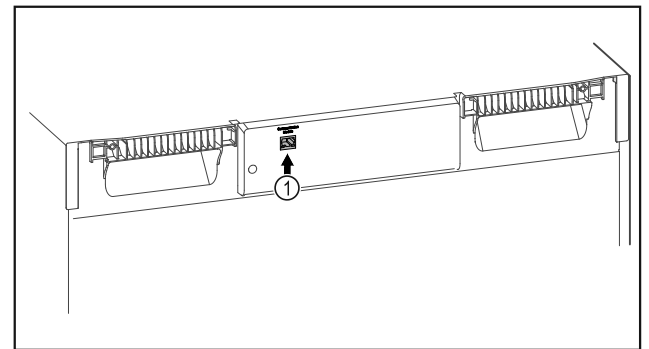

Fig. 112
- SmartModule Fig. 112 (1) встановлено.